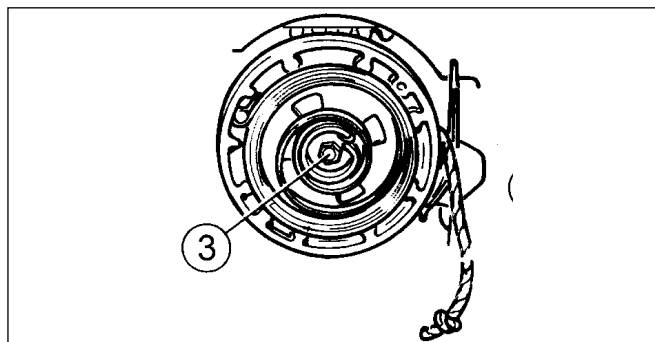

Abb. 14
- Montieren Sie den Zahnkranz auf die Seilrolle (6).
- Wickeln Sie das Zugseil auf die Seilrolle und stecken Sie Zahnkranz und Seilrolle zusammen auf die Achse des Starterhalters (11).
- Sichern Sie die zusammengebauten Teile mit dem Mitnehmer (4) und der Schraube (3) (Abb. 14)
ANMERKUNG – Ursprünglich wurden für (3) (Abb. 14,3) Schrauben mit Rechtsgewinde, später mit Linksgewinde verwendet. Schrauben mit Linksgewinde sind durch ein „S“ auf dem Schraubenkopf gekennzeichnet.